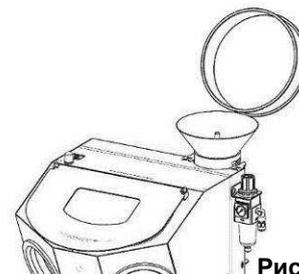

Рис. 9
4.2.3 Песок из бункера **АСОЗ** сыпается в сито. При частичном наполнении сита **необходимо возвратно-поступательными движениями «вперед-назад» за край платформы (17)** добиться полного просеивания песка.
Сито с поддоном вынимаются из платформы. Мусор из сита утилизируется, песок из поддона готов к повторному использованию. Для удобного пересыпания песка из поддона (16) обратно в емкость **МС** на горловину емкости струйного модуля устанавливается воронка (рис.9).